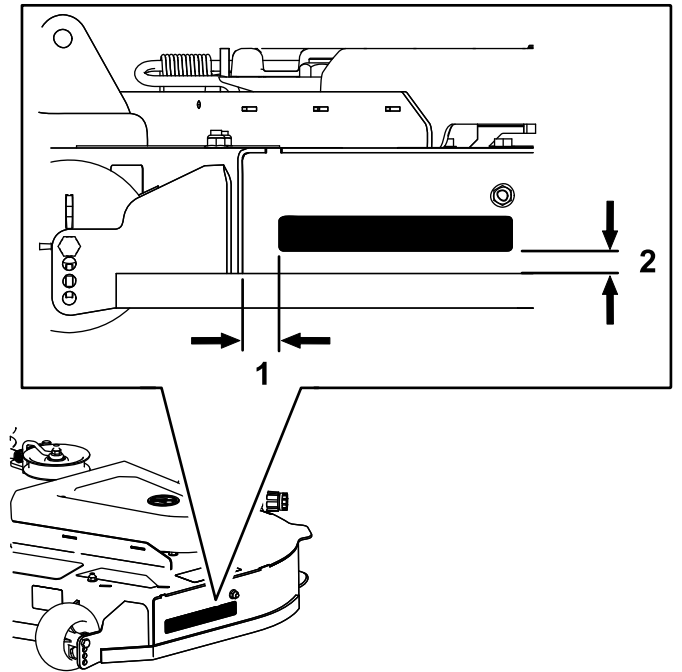

Figura 9
1. Instale la pegatina en la carcasa de corte en la posición indicada en la Figura 9.